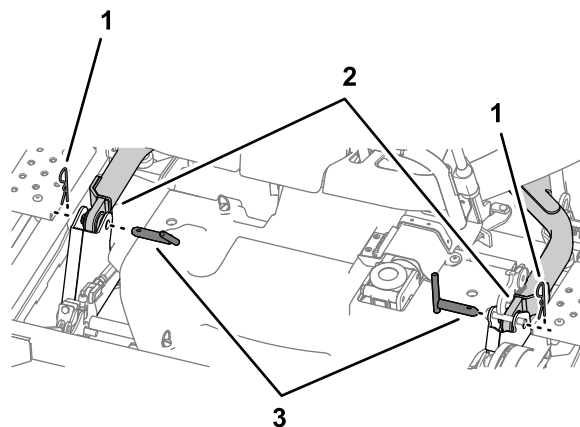

Figura 115
10. Rimuovete le 2 coppie ad anello e i 2 perni con testa che fissano i bracci di sollevamento su ciascun lato del piatto di taglio (**Figura 115**).
6. Montate la coppia ad anello e il perno con testa per fissare i bracci di sollevamento su ciascun lato, fate riferimento alla Figura 115 in Rimozione del piatto di taglio \(pagina 78\).